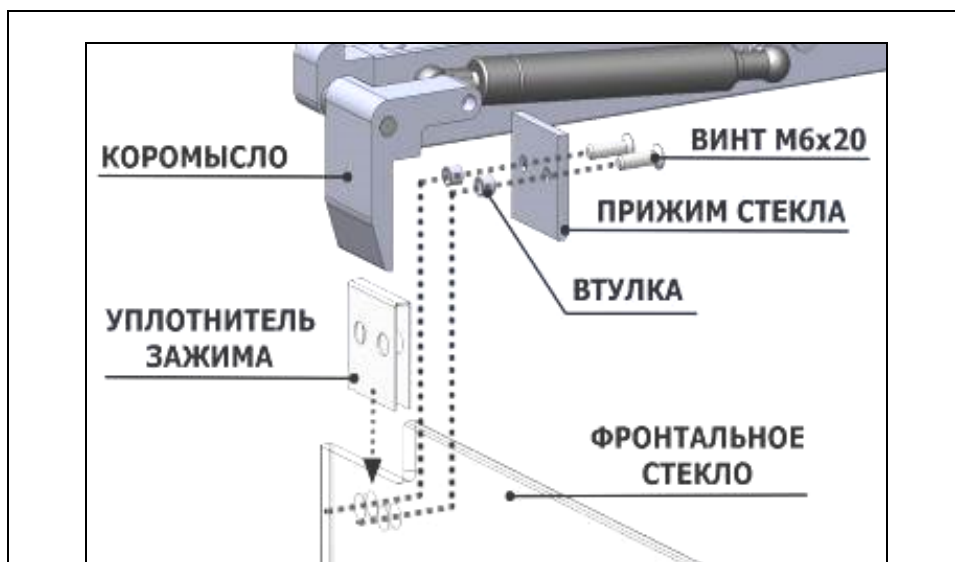

рис. 19
18. Перед установкой стёкол – антизапотевателей на витрины Aurora, необходимо установить регулируемые клипсы в отверстия стоек (рис.19).